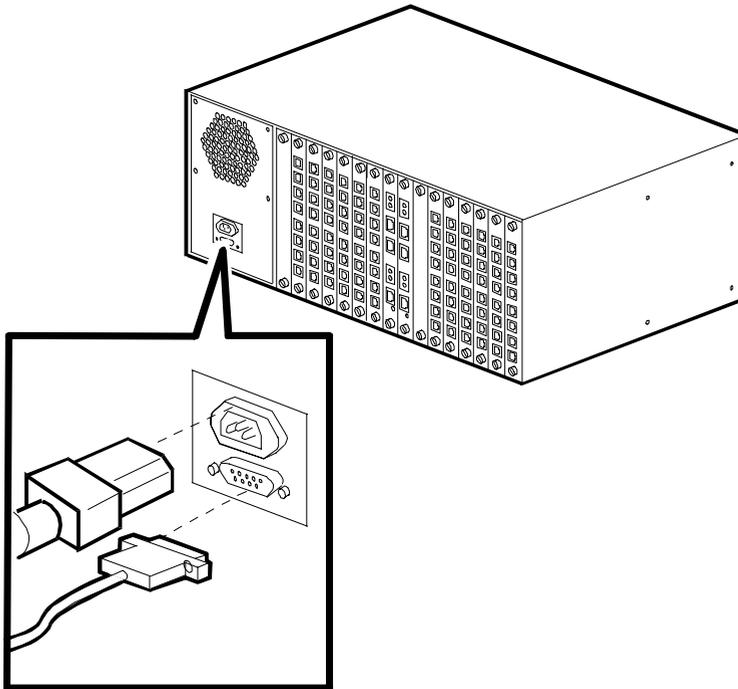

Figura 2-13. Collegamento dei cavi di alimentazione e gestione di rete
1. Inserire la femmina del cavo di alimentazione nella rispettiva presa sul retro dell'alimentatore. Vedere Figura 2-13.
3. Se si intende collegare un PC locale o un modem allo chassis per la gestione di rete, collegare il connettore DB9 di un cavo di gestione di rete seriale (la Compaq fornisce insieme allo chassis un cavo seriale da DB9 a DB9) al rispettivo connettore sul retro dell'alimentatore. Vedere Figura 2-13.